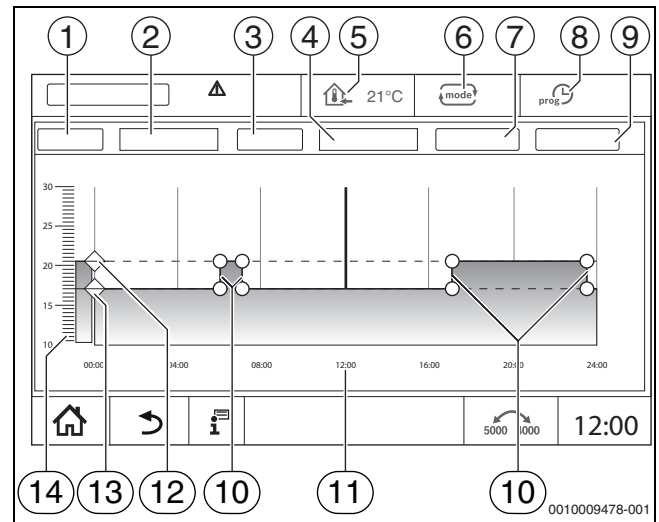

Рис. 26 Временная программа
- ▶ Коснитесь символа **◆**, удерживайте его и потяните до нужной температуры (→ рис. 26, [15], стр. 23).
- ▶ Коснитесь знака и выберите из списка день недели (→ рис. 26, [2], стр. 23) и нужную программу (→ рис. 26, [4], стр. 23).